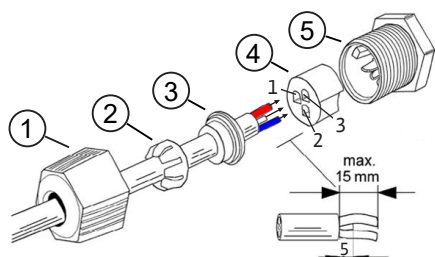

Fig. 18: Connecteur Quickon
1. Placer le manchon (pos. 1), la couronne (pos. 2) et le joint en caoutchouc (pos. 3) sur le câble du capteur de niveau.
2. Retirer la gaine du câble de signal (environ 15 mm). Les extrémités des fils doivent être de niveau avec l'anneau de jonction (pos. 4) ou dépasser de 2 mm max., voir Fig. 18.
5. Insérer l'ensemble dans le support de contact (pos. 5).